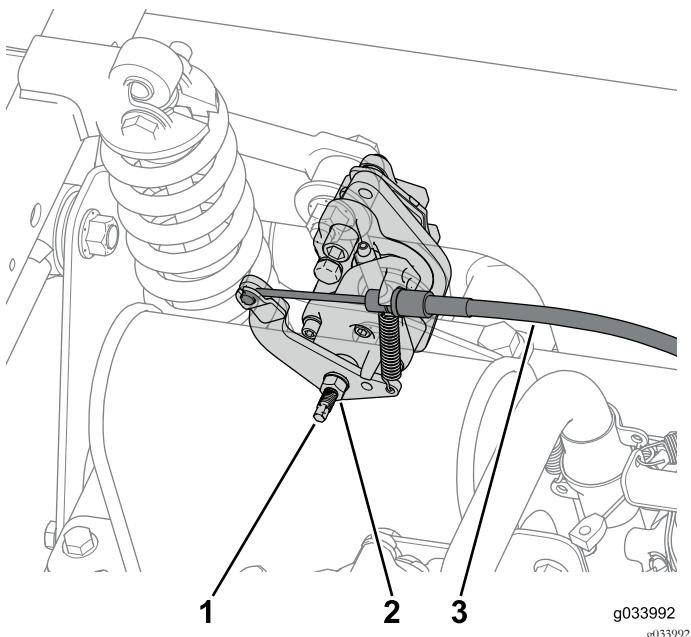

图8
1. 松开锁紧螺母然后将后制动卡钳上的调节螺丝逆时针旋转 2 圈图8。
2. 将手刹拉索从两个后制动卡钳断开图8。